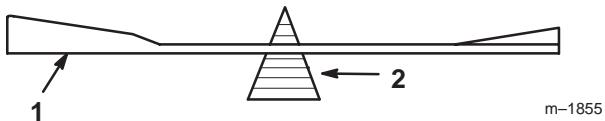

Figure 32
2. Vérifiez l'équilibre de la lame en la plaçant sur un équilibrEUR (Fig. 32). Si la lame reste horizontale, elle est équilibrée et peut être utilisée. Si la lame est déséquilibrée, limez un peu l'extrémité de la partie incurvée seulement (Fig. 30). Répétez la procédure jusqu'à ce que la lame soit équilibrée.